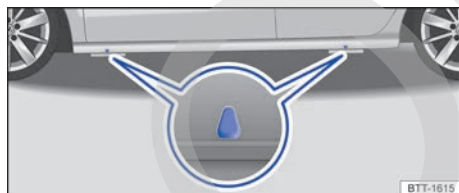

Fig. 238 Puntos de apoyo para el gato.
Coloque el gato únicamente en los refuerzos de los bajos del vehículo que se encuentran detrás de las marcas que hay en la carrocería → fig. 238. El punto de apoyo válido es el que se encuentra junto a la rueda correspondiente → .
5. Busque debajo del vehículo el punto de apoyo para el gato → fig. 238 que se encuentre más próximo a la rueda que haya que cambiar.